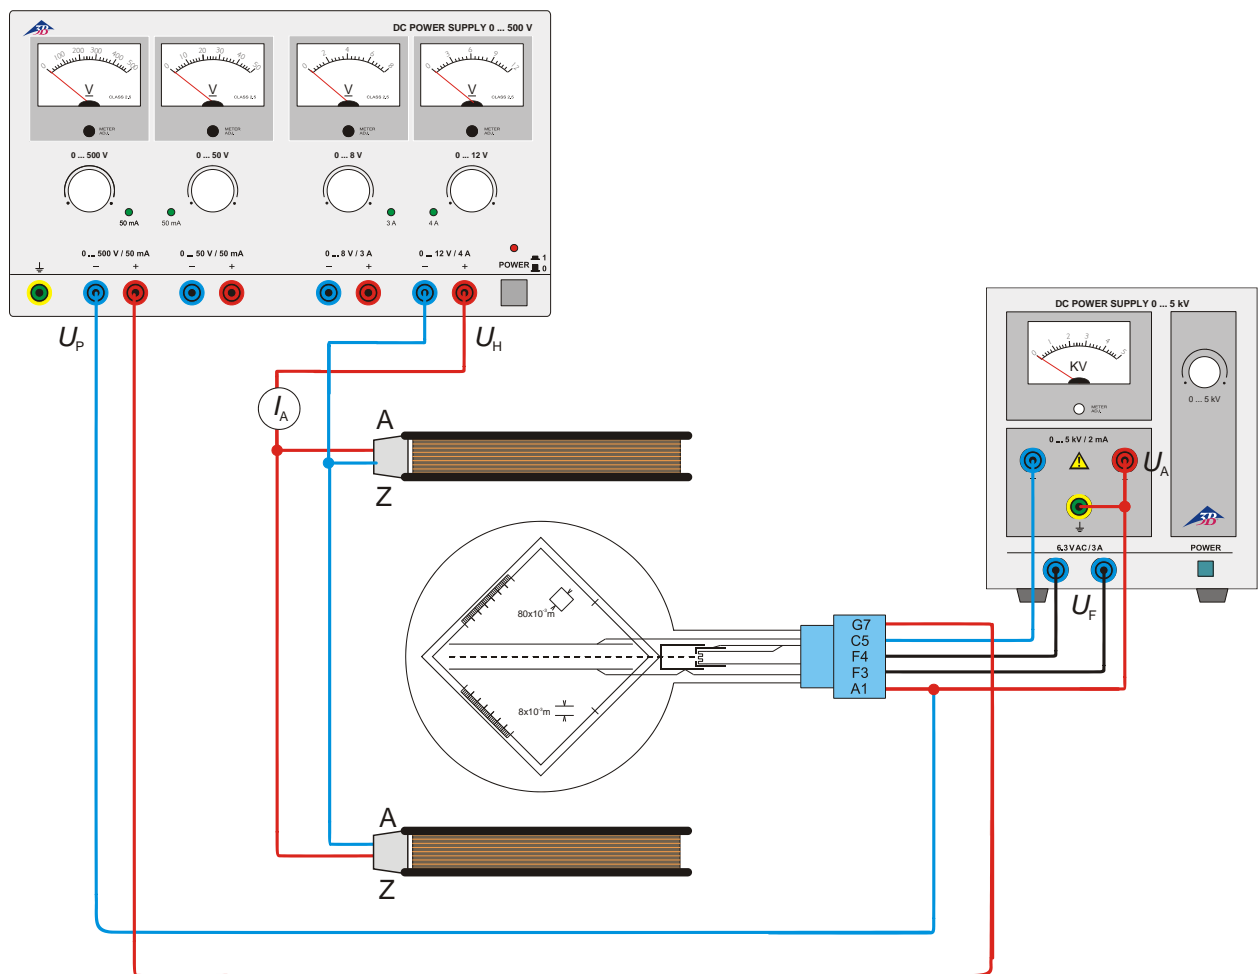

Fig. 4 Détermination de e/m par la compensation du champ
- Montez l'expérience comme le montre la figure 4.